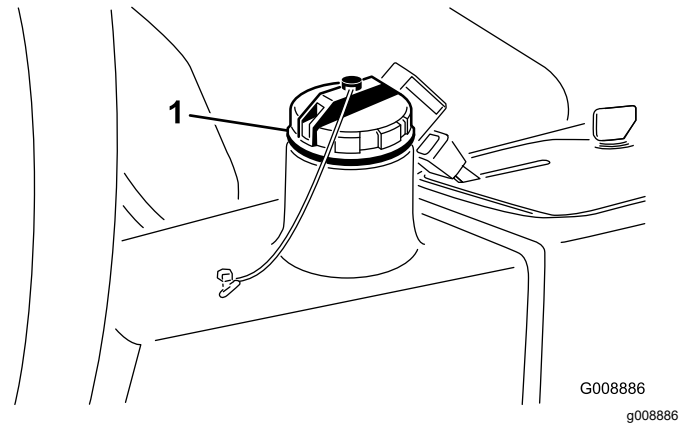

Figura 74
2. Limpie la zona alrededor del cuello de llenado y el tapón del depósito de fluido hidráulico (Figura 74) y retire el tapón.